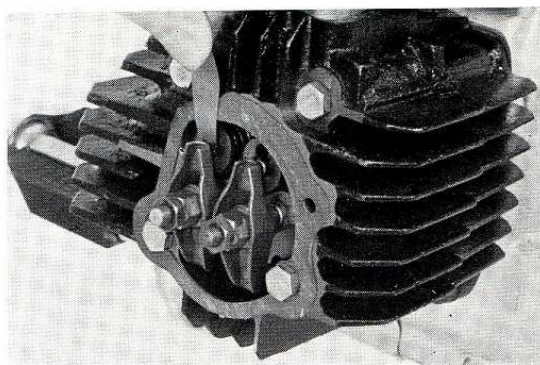

Fig. 39. — REGLAGE DES POUSSOIRS REGLAGE ET LA TIGE DE SOUPE.
3. Dans cette position le piston se trouve soit au temps de compression soit au temps d'échappement. Le réglage doit se faire lorsque le piston se trouve à la fin du temps de compression, les soupapes d'admission et de sortie étant fermées. Cette position peut être déterminée en vérifiant les poussoirs à travers le trou de réglage des poussoirs. (Fig. 39). Si les poussoirs sont libres, cela indique que les soupapes sont fermées et que le piston se trouve au temps de compression. Si les poussoirs ne sont pas libres et les soupapes se trouvent en position d'ouverture, tournez la roue volant à 360° et realignez le repère «T» sur l'index de réglage. Vérifiez le jeu de la soupape d'admission et de la soupape de sortie en passant la jauge de 0.05 mm (0.002") entre la vis de réglage et la tige de soupape.